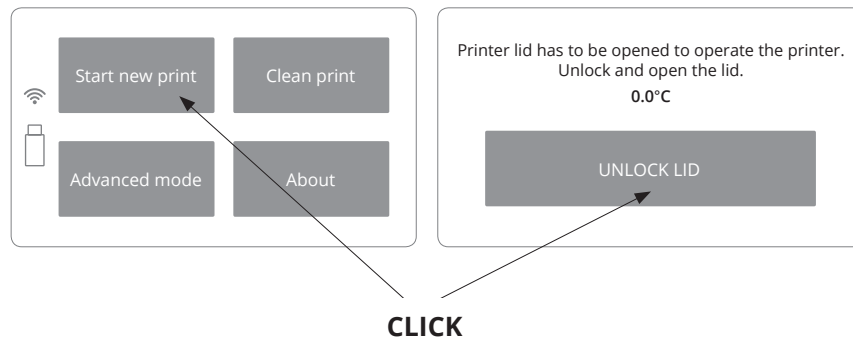

Abbildung. 6. Geöffneter Druckerdeckel.
5. Um den Druckerdeckel **5** zu öffnen, drücken Sie auf dem LCD-Touchscreen (Abbildung 6) auf „START NEW PRINT“ // „UNLOCK LID“ („NEUEN DRUCK STARTEN“ // „DECKEL ENTSPERREN“). Elektromagnetische Verriegelung des Deckels wird für 10 Sekunden deaktiviert. Nach 10 Sekunden wird sie wieder aktiviert.